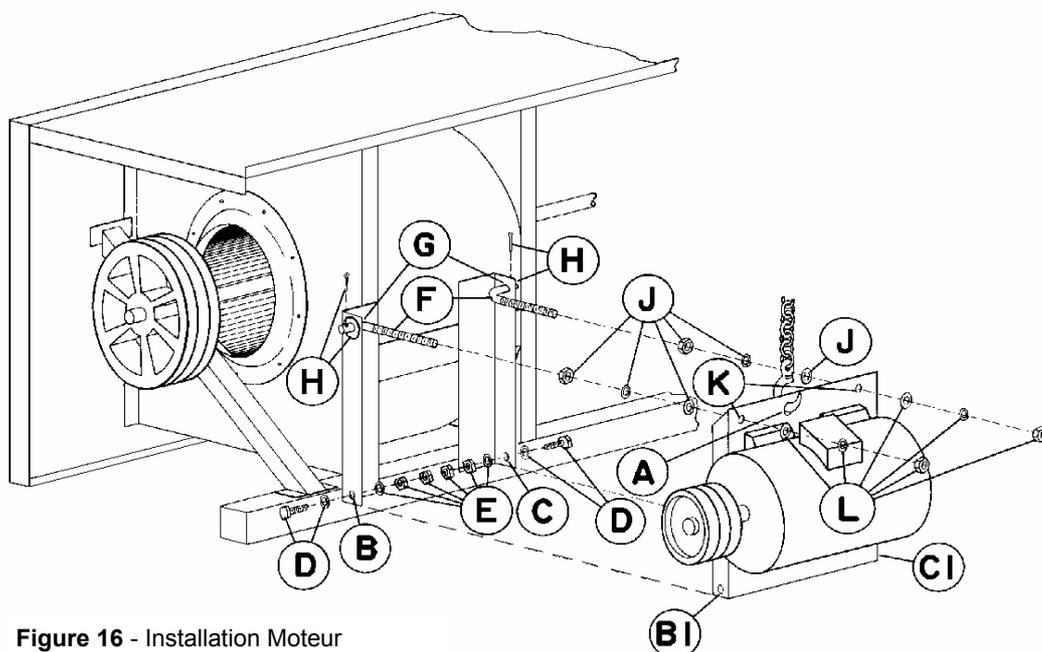

Figure 16 - Installation Moteur
1. Se référer à la Figure 16 avant d'installer la base moteur.